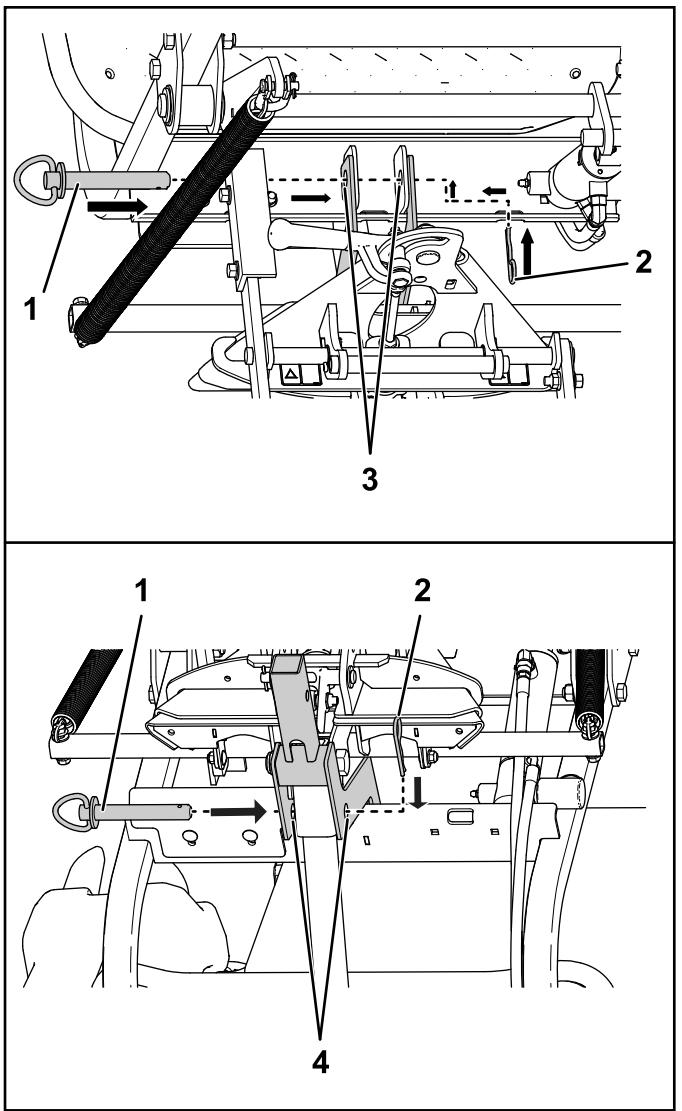

図2
- 上下の穴にヒッチピン1 2本を通し、ヘアピンコッター2 本で固定する図2。